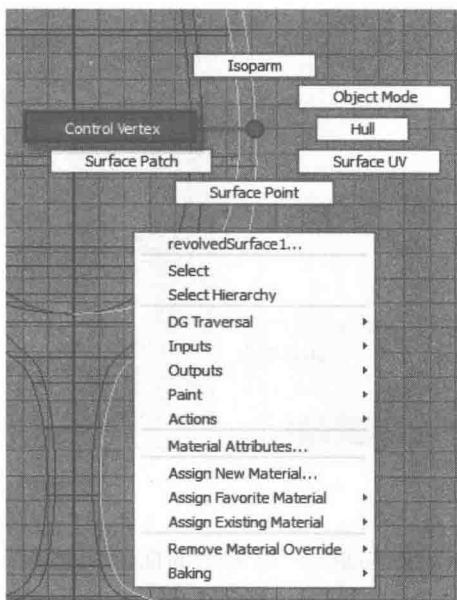

图 1-18
4) 在曲线上单击鼠标右键, 弹出右键快捷菜单。通过单击 Control Vertex (控制点) 按钮启动“CV 编辑点”模式, 如图 1-18 所示。